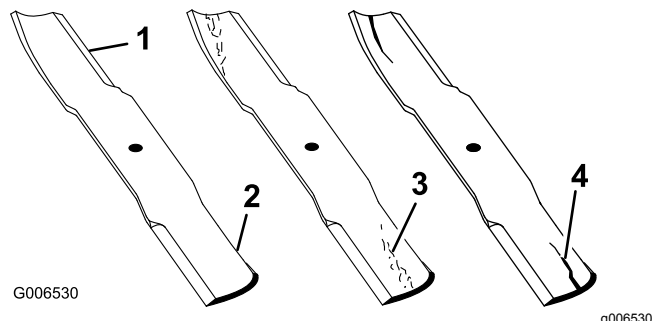

図 142
2. ブレードの切っ先を注意深く観察する特に、図 142 に示す直線部と曲線部が交わる部分をよく観察する。
注 この、直線部と曲線部の交差域は、砂などによる磨耗が進みやすい部分なので、機械を使用する前によく点検することが必要である。磨耗が進んでいる場合にはブレードを交換する 図 142 を参照。